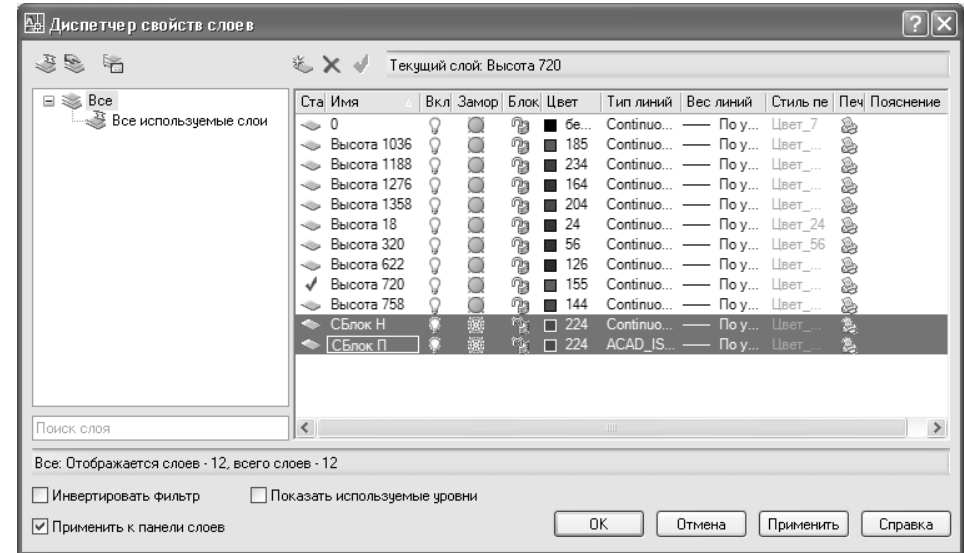

Рис. 6.18 ▼ Пиктограмма «снежинки» в свойствах слоя говорит о том, что слой заморожен
- Щелкните на кнопке **Диспетчер свойств слоев** (Layer Properties Manager) панели инструментов **Слои** (Layers) или выберите из меню команду **Формат** ⇒ **Слой** (Format ⇒ Layer) либо введите в командном окне **Слой** (LAYER) или просто **сл** (LA). В открывшемся окне **Диспетчер свойств слоев** (Layer Properties Manager) вы увидите перечень всех слоев, причем отсортированный не в порядке их создания, а по алфавиту.
- Щелкните на «солнышке» в любой из двух выделенных строк. «Солнышки» исчезнут, а вместо них появятся «снежинки» (рис. 6.18).